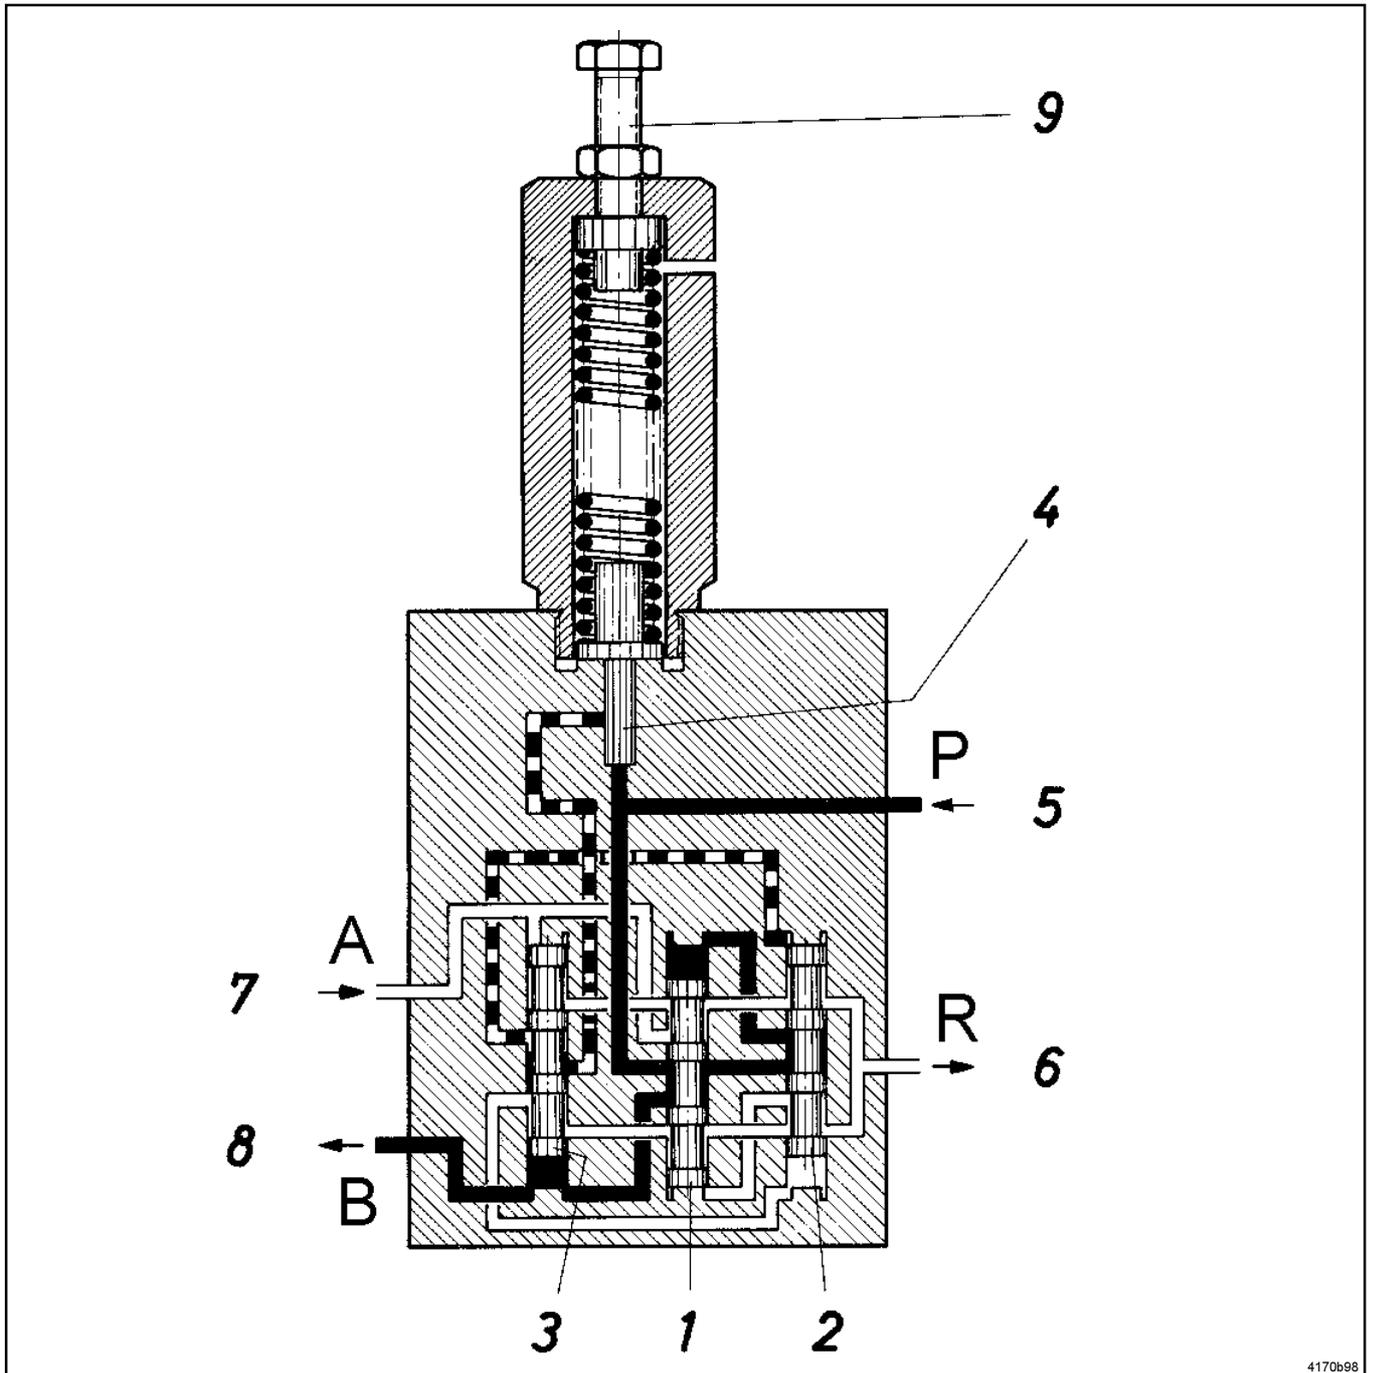

Fig. 2 : Fonctionnement de la vanne d'inversion DU1
simultanément raccordée au réservoir de la pompe de lubrification centralisée par l'intermédiaire de la conduite de décharge (6). Le lubrifiant dans la conduite principale (7) peut se détendre. Lors de la montée en pression dans la conduite principale (8), le piston de commutation (3) est poussé vers le haut (figure 2).